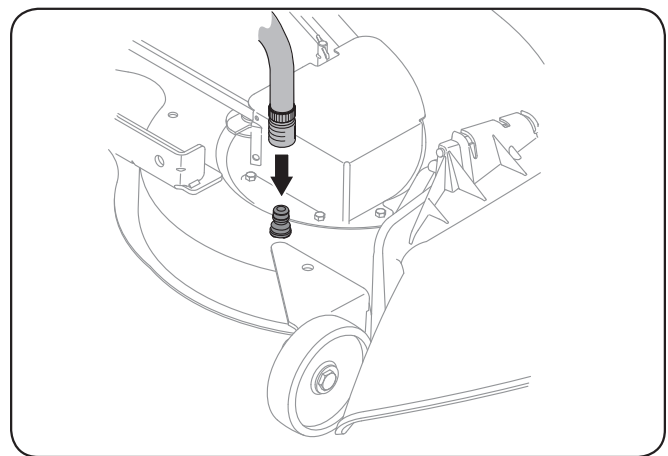

Figure 6-3
4. Attachez le raccord pour boyau d'arrosage à l'orifice aménagé sur la surface du plateau de coupe. Voir la Figure 6-3.